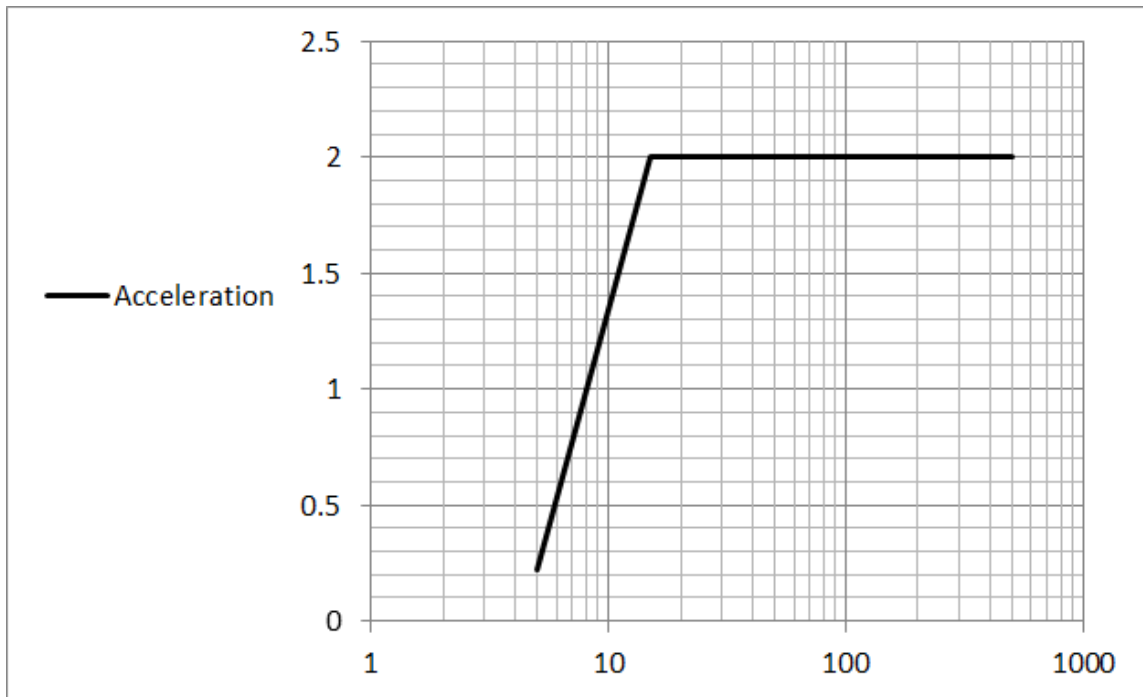

Figure 1.09.1.01 Sine vibration test curve
9. Test Curve Figure 1.09.1.01